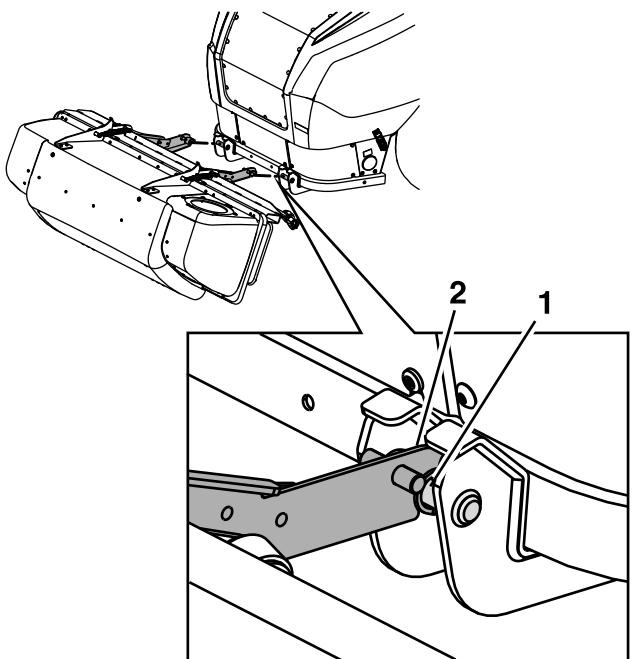

Figure 12
- Prenez les montants du cadre du système de ramassage et accrochez l'encoche sur la barre de montage inférieure (Figure 12).